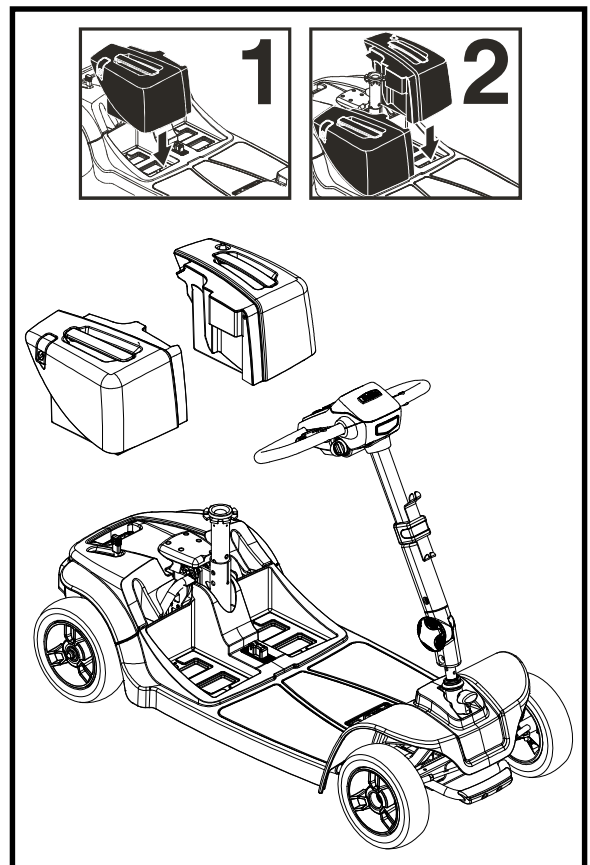

Figura 23. Scatola batteria Installazione dei modelli 66 e 67
12. Reinstallare le batterie sullo scooter e impegnare la batteria bloccaggio delle batterie. Rimontare sempre la batteria laterale destra pacco prima. **Vedere figura 23.**